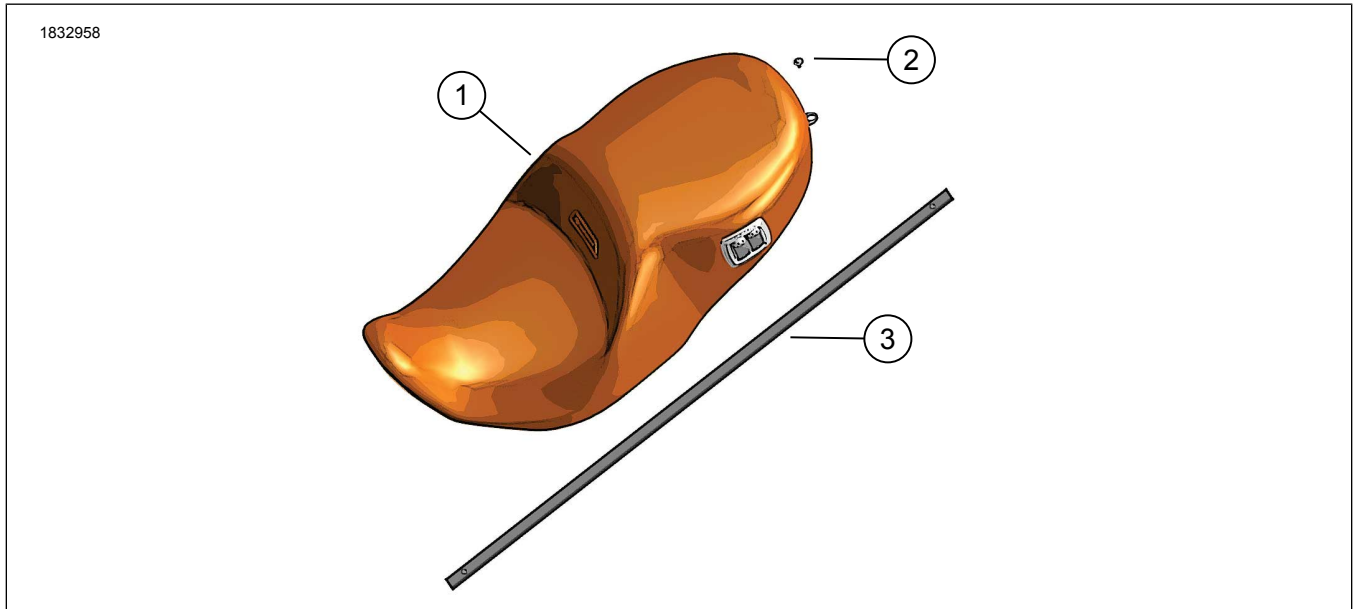

Figure 1. Contenu du kit : Selle chauffante
7. Voir la Figure 1. Installez la vis de la selle (2). Serrer.